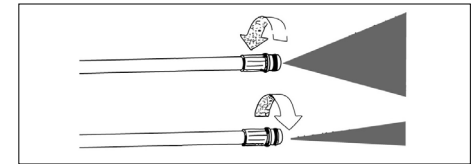

Figura 5 - Ajuste de pulverización
- Usando el limpiador de puntas que se incluye, o un sujetador de papeles desdoblado, introduzca el alambre en el orificio de la boquilla y muévalo hacia adelante y hacia atrás hasta quitar la obstrucción (vea la figura 5).